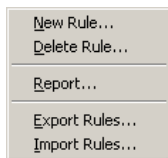

图 8.2 右键菜单
(1) 在规则编辑器左侧的树形列表中选择需要编辑的规则,本例中选择“Electrical”设计规则类下的“Clearance”设计规则。
(2) 在“Clearance”设计规则上单击右键,弹出如图 8.2 所示的右键菜单。